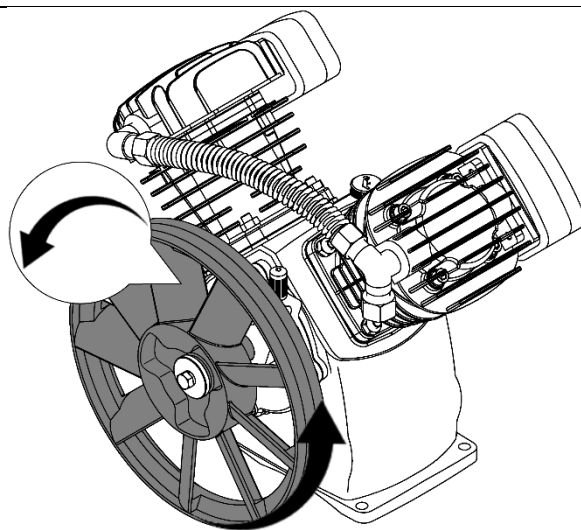

Рисунок 4
ПРИ ЭЛЕКТРИЧЕСКОМ ПОДСОЕДИНЕНИИ КОМПРЕССОРОВ С ТРЕХФАЗНЫМ ЭЛЕКТРОДВИГАТЕЛЕМ ОСОБОЕ ЗНАЧЕНИЕ ИМЕЕТ ЧЕРЕДОВАНИЕ ФАЗ, ТАК КАК ЭТО ОПРЕДЕЛЯЕТ НАПРАВЛЕНИЕ ВРАЩЕНИЯ ВАЛА ЭЛЕКТРОДВИГАТЕЛЯ, КОТОРОЕ ДОЛЖНО СООТВЕТСТВОВАТЬ НАПРАВЛЕНИЮ, УКАЗАННОМУ НА ЛОПАСТИ ШКИВА-ВЕНТИЛЯТОРА ПОРШНЕВОГО БЛОКА (РИСУНОК 4) ИЛИ СТРЕЛКЕ, РАСПОЛОЖЕННОЙ НА КРЫШКЕ ВЕНТИЛЯТОРА ЭЛЕКТРОДВИГАТЕЛЯ.
- Выключить компрессор выключателем на прессостате. Для этого необходимо переключить выключатель в положение "OFF" (см. рисунок 4). После этого остановится электродвигатель и произойдет сброс давления из нагнетательного воздухопровода и поршневого блока.
7.3.2 Компрессор оборудован устройством защиты от перегрузок. При нарушении питания электрической сети, а также при работе с ПВ более 60% возможно автоматическое срабатывание защиты двигателя. Для пуска компрессора после срабатывания защиты выполните следующие действия: после того, как двигатель остынет до допустимой температуры, переключите выключатель на прессостате в положение "OFF" (см. рисунок 4), а затем включите компрессор, переключив выключатель в положение "AUTO".